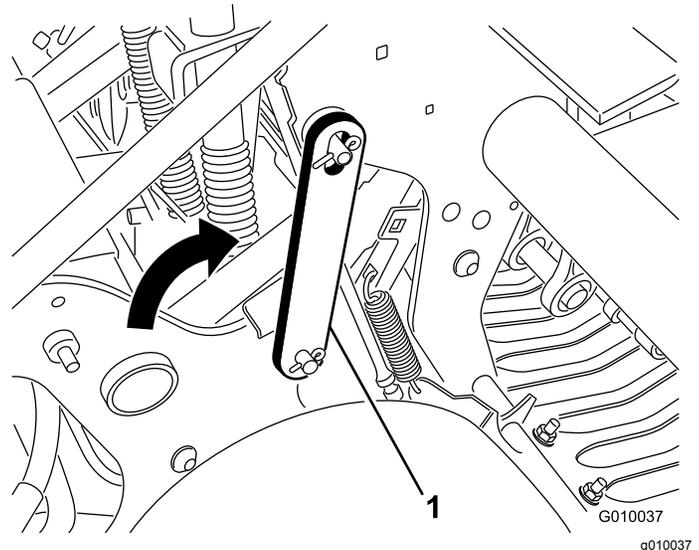

Bild 22
4. Drehen Sie den Wartungsriegel nach hinten und setzen Sie ihn in den Aerifizierkopfstift ein (Bild 22). Befestigen Sie ihn mit dem Clipping.